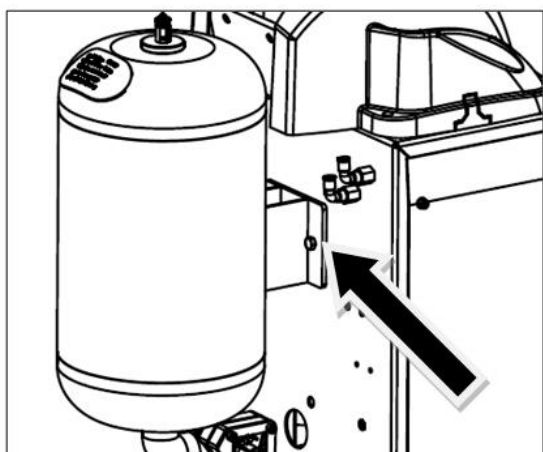

FIG4
- Отстранете страничния панел и използвайте 2 броя болтове M8x20, плоска шайба и еластична шайба и гайка, за да фиксирате въздушния резервоар в основното тяло на машината. Като снимката fig4.